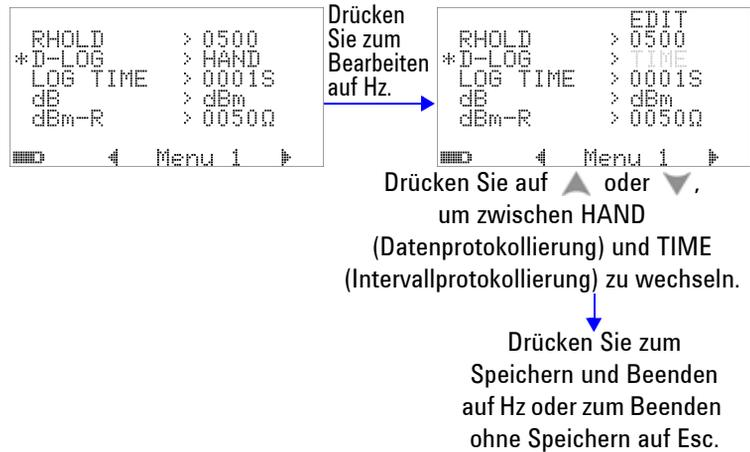

Abbildung 4-3 Einrichten der Datenprotokollierung
- 1 Wählen Sie die Einstellung HAND, um die manuelle Datenprotokollierung (HAND) zu aktivieren oder TIME, um die Intervalldatenprotokollierung (TIME) zu aktivieren. Siehe Abbildung 4-3 auf Seite 90.